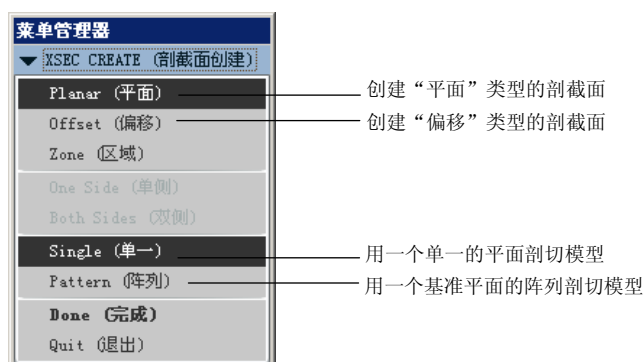

图 3.2.10 “剖面创建”菜单
Step4. 选择截面类型。在弹出的图 3.2.10 所示的菜单管理器中, 选择默认的 **Planar (平面)** → **Single (单一)** 命令, 并选择 **Done (完成)** 命令。